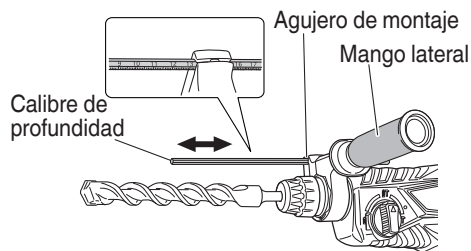

Fig. 15
7. Modo de usar el tope (Fig. 15)